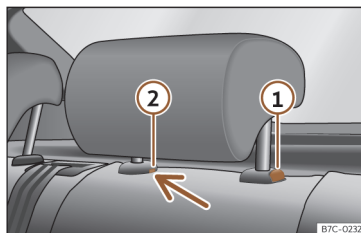

**Fig. 101** Encostos de cabeça traseiros desmontagem.
- Pressione o botão >>> Fig. 101 ①, pressionando ao mesmo tempo através do orifício da trava de segurança ② com uma chave de fendas plana com um máximo de 5 mm de largura e retire o encosto de cabeça.